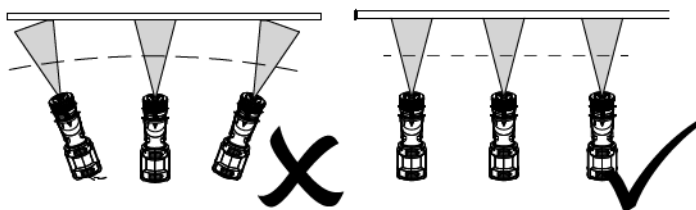

Fig. 16
- > Mantenha o bocal de pulverização (4) a cerca de 10 a 30 cm da superfície de trabalho. Mantenha a pistola de pulverização perpendicular com a área de pulverização (Fig. 16).